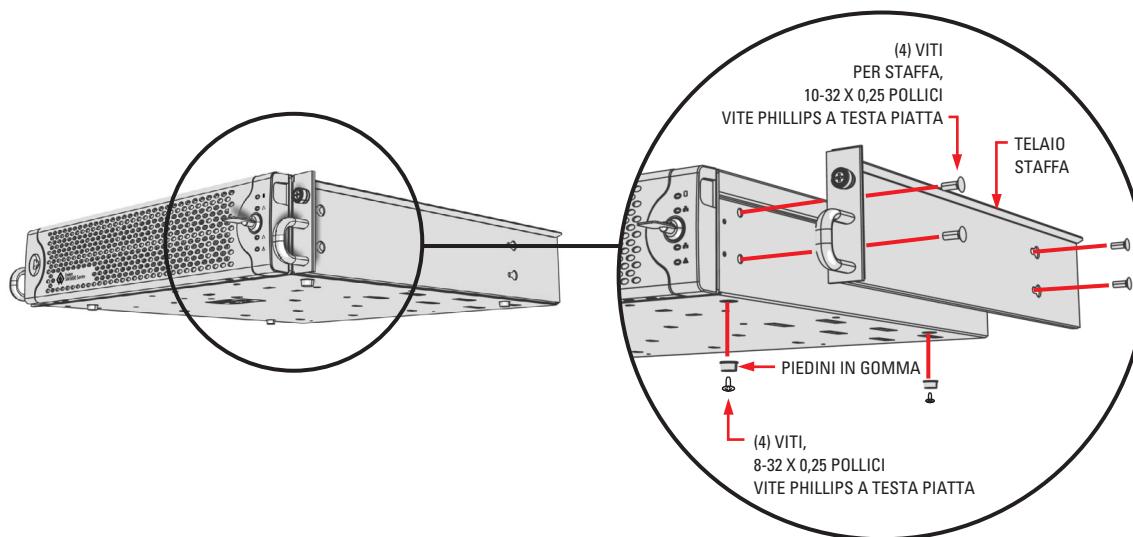

Figura 5. Staffe e piedini in gomma per telaio
1. Se le staffe di montaggio del telaio non sono attaccate: Attaccare una staffa di montaggio sui due lati dell'unità SM5000. Usare quattro viti 10-32 x 0,25 pollici Phillips a testa piatta per ciascuna staffa. Fissare le staffe di modo che le estremità coniche siano posizionate verso la parte posteriore dell'unità SM5000. Vedere la Figura 5.